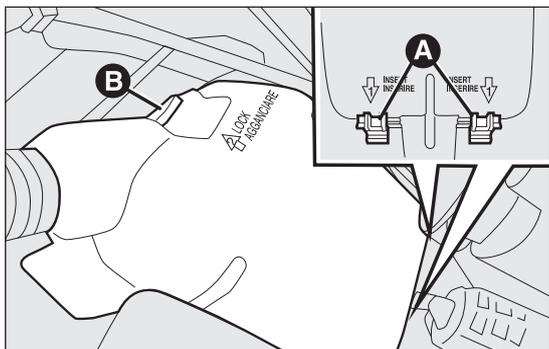

fig. 161
- insérer les deux fixations A fig. 161 dans leur logement situé sur la boîte à fusibles ;